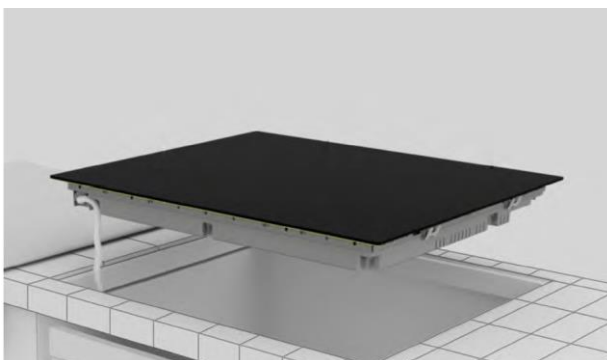

fig. 2
- Suprafața de sprijin a plitei trebuie să fie perfect netedă, astfel încât aceasta să se sprijine uniform, iar garnitura aplicată să poată asigura o etanșare adecvată **(fig. 2)**.